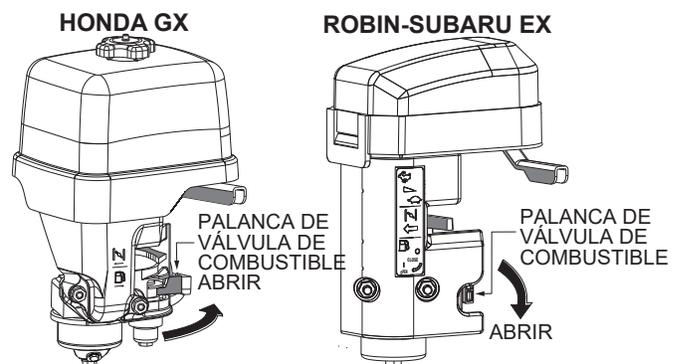

Figura 27. Palanca de la válvula de combustible del motor (ABRIR)
1. Ponga la palanca de la válvula de combustible en la posición **ABRIR** (Figura 27).